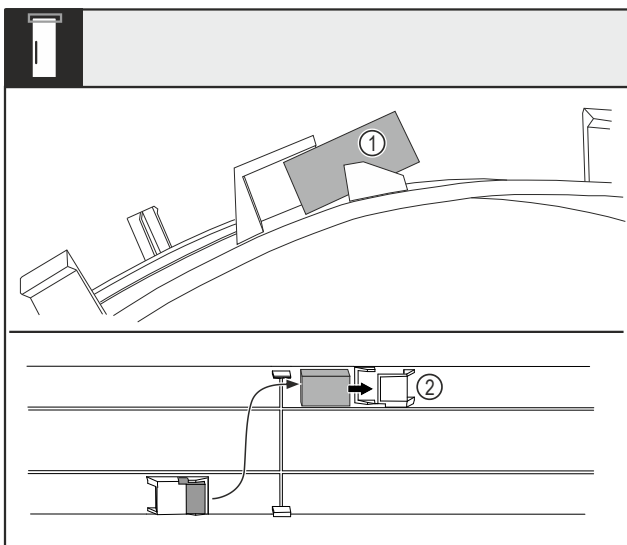

Fig. 16
- ▶ Согните крышку и извлеките магнит двери Fig. 16 (1) из гнезда.
- ▶ Вставьте магнит двери в другое гнездо Fig. 16 (2).